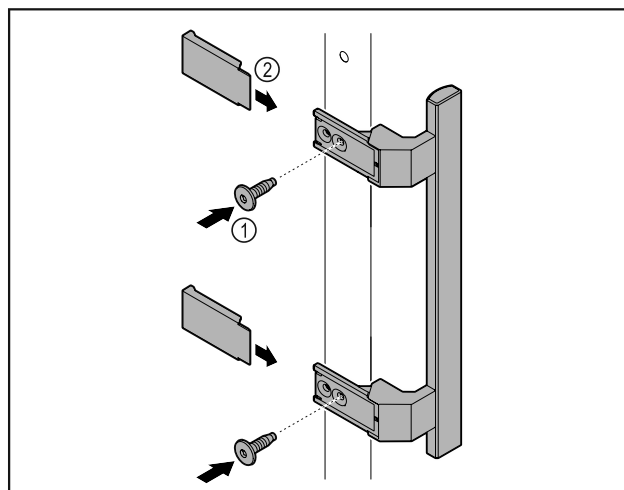

Fig. 7
- Zamontować uchwyt z dodatkowego opakowania na drzwiach przy użyciu dołączonych śrub Fig. 7 (1).
- Założyć osłonę Fig. 7 (2).